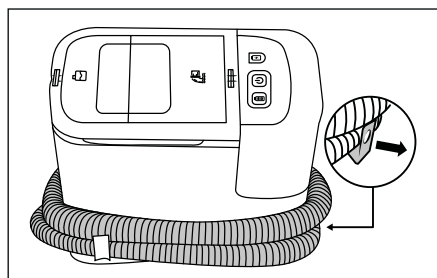

Fig. 4
- ◆ Scoateți suportul pentru furtun **15** din aparat. Așezați furtunul de pulverizare/aspirare **19** în jurul aparatului și utilizați în acest sens suporturile pentru furtun **15/16** (a se vedea fig. 4).